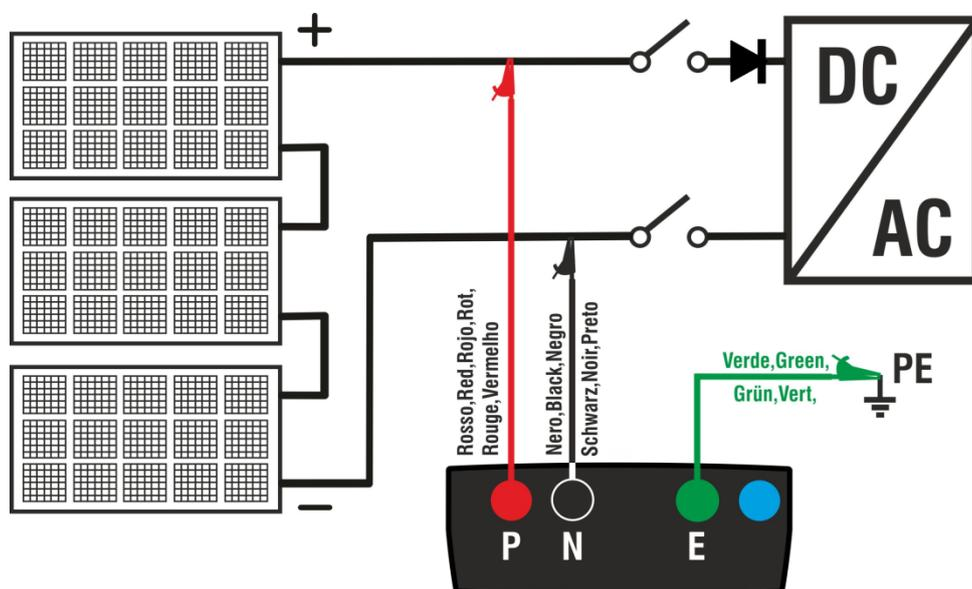

Fig. 6: Collegamento strumento per misura di isolamento in modo DUAL
- Collegare lo strumento alla stringa FV in prova come mostrato in Fig. 6. **La prova può essere eseguita anche su più stringhe in parallelo fra loro. Si ricorda che occorre sezionare anche eventuali scaricatori connessi ai cavi della stringa/stringhe e che è consigliabile eseguire la misura a monte di eventuali diodi di blocco**